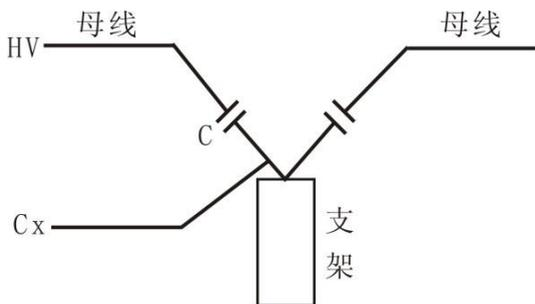

图 15 断路器断口电容试验接线
9、断口器断口电容的介损测量（见图 15）
断口电容的介损及电容测量时，将高压电缆和 C_x 测量电缆加到断口电容两端，用正接线方式测量，如图 15 所示：